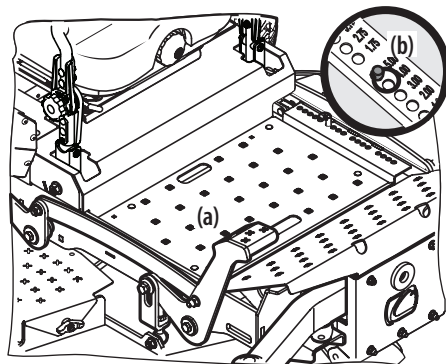

Figure 3-13
1. À l'aide de la pédale de relevage du plateau de coupe (a), relevez le plateau de coupe à la plus haute position. Placez l'axe de chape (b) dans le trou d'index qui correspond à la hauteur désirée, puis relâchez lentement la pédale de relevage du plateau de coupe (a). Voir Figure 3-13.